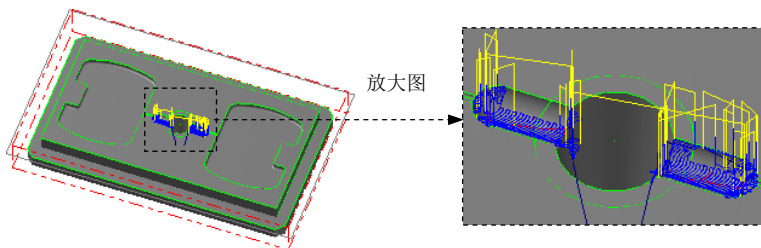

图 20.56 刀具路径
Step5. 单击“曲面精加工平行铣削”对话框中的 ☒ 按钮, 同时在图形区生成图 20.56 所示的刀具路径。